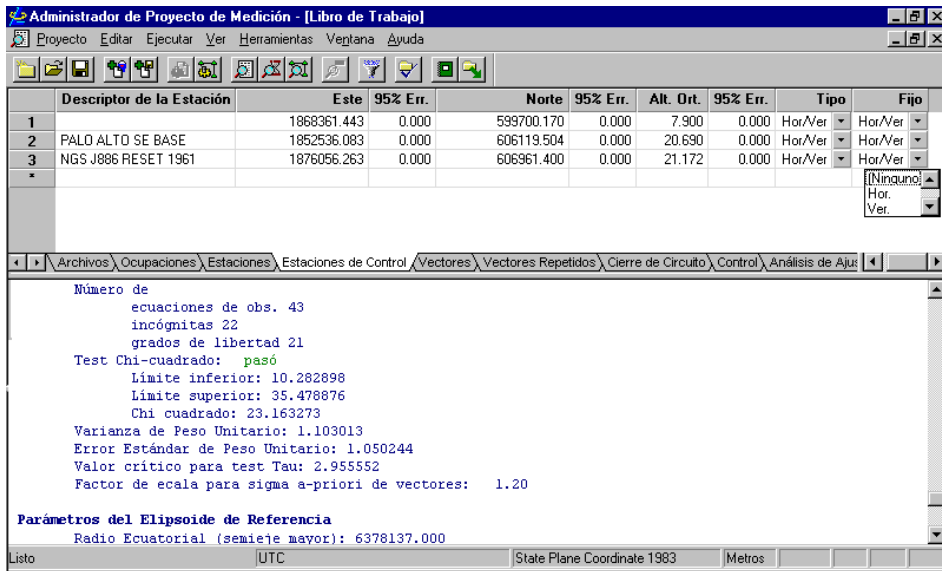

Figura 12.15. Fijando Estaciones de Control Adicionales
- Haga click en la etiqueta **Estaciones de Control** y fije las estaciones de control PALO y J886 en horizontal y vertical (Figura 12.15).